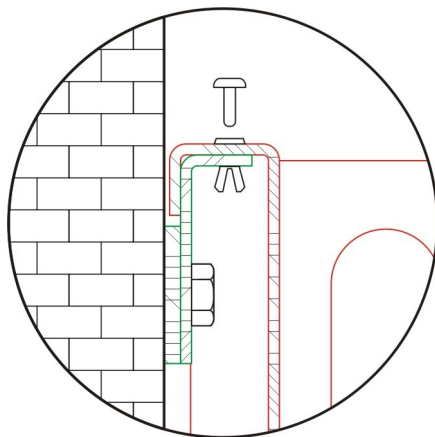

Rysunek 1. Rozmieszczenie otworów montażowych wieszaka analizatora z własnym zasilaczem.
- w celu odpowiedniego rozmieszczenia otworów należy skorzystać z jednego z poniższych szablonów. Rysunek 1 odpowiada wieszakowi dla analizatora zamontowanego na płycie nośnej wraz z zasilaczem. Rysunek 2 odpowiada wieszakowi dla analizatora zamontowanego na płycie nośnej bez zasilacza.